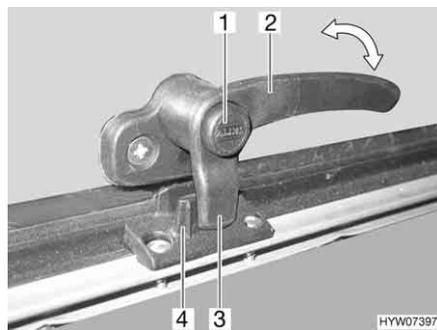
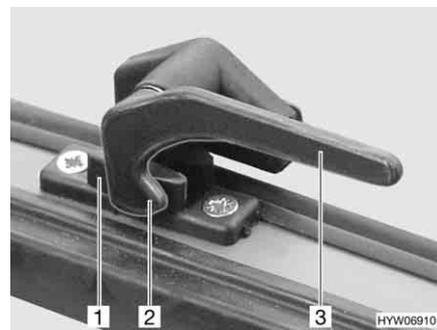

Fig. 73 Leva di serraggio con bottone di sicurezza in posizione "Chiuso"
Fig. 74 Leva di serraggio in posizione "Chiuso"
- Se presente, premere e tenere premuto il bottone di sicurezza (Fig. 73,1).
- Ruotare tutte le leve di serraggio (Fig. 73,2 o Fig. 74,3) di un quarto di giro verso il centro dell'oblò.
- Ruotare tutte le leve di serraggio (Fig. 73,2 o Fig. 74,3) di un quarto di giro verso il telaio. Il nasello di bloccaggio (Fig. 73,3 o Fig. 74,2) si trova sulla parte interna del bloccaggio dell'oblò (Fig. 73,4 o Fig. 74,1).
- In posizione "Completamente chiusa" (Fig. 73 e Fig. 74)